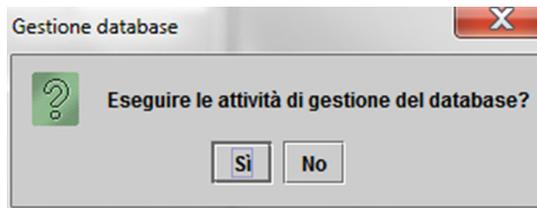
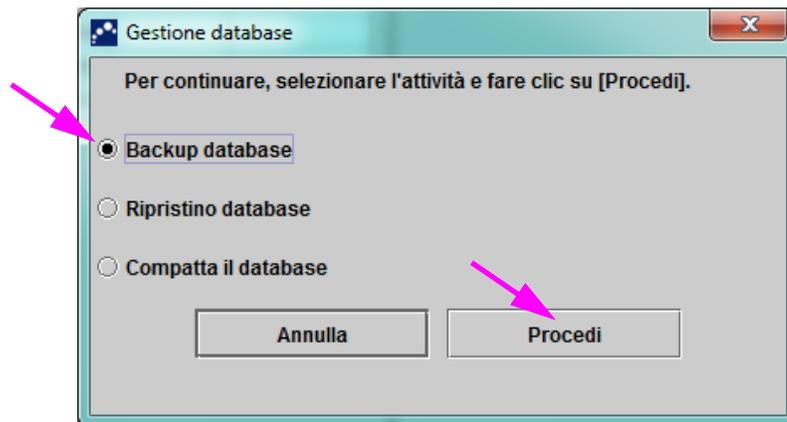

Figura 2-99. Finestra di dialogo Gestione database
Figura 2-100. Finestra di dialogo Gestione database
- Se la casella **Promemoria per la gestione del database** nella finestra di dialogo Configurazione del sistema (vedere la Figura 2-77) **non** è selezionata, la finestra di dialogo Gestione database (vedere la Figura 2-99) non verrà visualizzata e non sarà richiesta alcuna ulteriore azione. Il software verrà chiuso quando viene selezionato il pulsante **Esci** come descritto nella Sezione 2.17.1, Passaggio 3, e sarà possibile passare alle attività indicate nella Sezione 2.17.1.3 per completare la sequenza di spegnimento.
- Se la casella **Promemoria per la gestione del database** nella finestra di dialogo Configurazione del sistema (vedere la Figura 2-77) è selezionata, la finestra di dialogo Gestione database (vedere la Figura 2-99) verrà visualizzata nella parte superiore della finestra GeneXpert Dx System, in cui viene chiesto se si desidera eseguire le attività di gestione del database.
- A. Facendo clic su **No** nella finestra di dialogo Gestione database (vedere la Figura 2-99), il software del GeneXpert Dx viene chiuso ed è possibile procedere alle attività indicate nella Sezione 2.17.1.3 per completare la sequenza di spegnimento.
- B. Fare clic su **Si** nella finestra di dialogo Gestione database (vedere la Figura 2-99), e verrà richiesto di selezionare l'attività da eseguire (vedere la Figura 2-100).
A seconda dei privilegi dell'utente, potranno essere visibili tutte o alcune delle quattro opzioni nella finestra di dialogo Gestione database. Vedere la Figura 2-100.